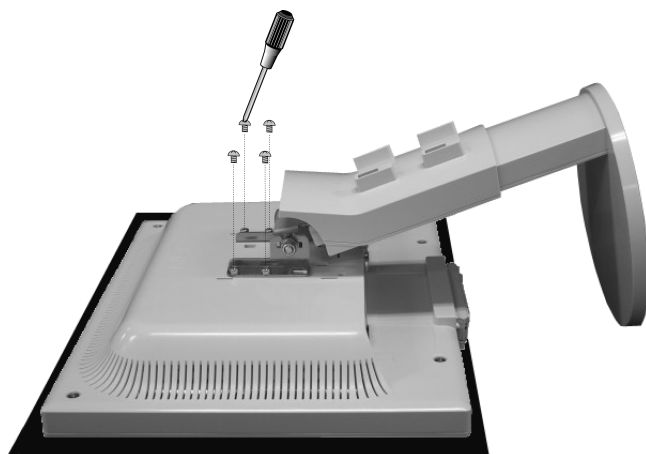

Abbildung S.4
5. Legen Sie den Monitor mit der Vorderseite nach unten auf eine weiche Oberfläche (**Abbildung S.4**).
6. Entfernen Sie die vier Schrauben, mit denen der Fuß am Monitor befestigt ist (**Abbildung S.4**).